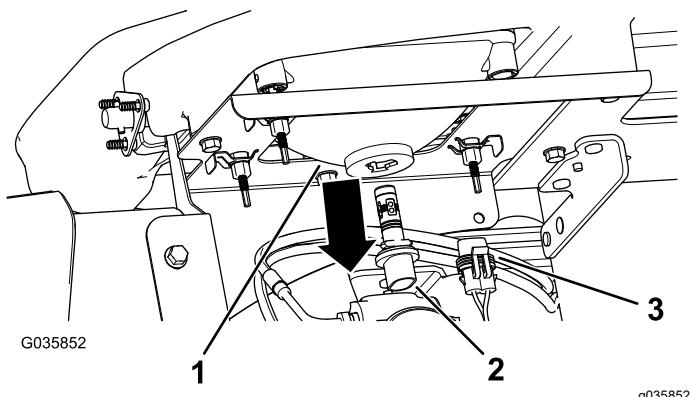

Figure 42
- Débranchez le connecteur électrique de faisceau du connecteur de la lampe situé au dos du boîtier du phare (Figure 42).
- Tournez l'ampoule d'un quart de tour dans le sens antihoraire et tirez-la en arrière hors du boîtier (Figure 42).
- Insérez l'ampoule neuve dans le boîtier du phare et alignez les languettes sur les fentes du boîtier (Figure 42).
- Fixez l'ampoule en place en la tournant d'un quart de tour dans le sens horaire (Figure 42).
- Branchez le connecteur électrique de faisceau sur le connecteur de l'ampoule neuve (Figure 42).